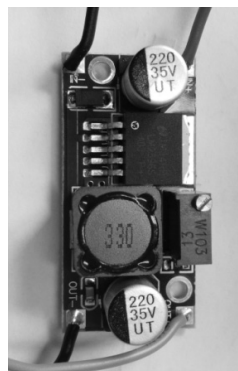

图 4.3 12V 转换为 5V 电源模块
- (1) IN1——PA2。
- (2) IN2——PA3。
- (3) ENA——PB5（TIM3_CH2）。
- (4) 马达——A+、A-。
(5) +5V——由于第 2 章所述的 STM32 最小系统的对外电源只有 3.3V，因此，必须通过另外一个电源模块将 12V 转换为 5V，该模块从淘宝网上购买，如图 4.3 所示。